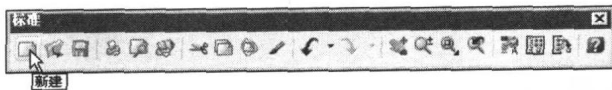

图 2-1 “标准”工具栏中的“新建”按钮
- ✦ 单击“标准”工具栏中的“新建”按钮，如图 2-1 所示。